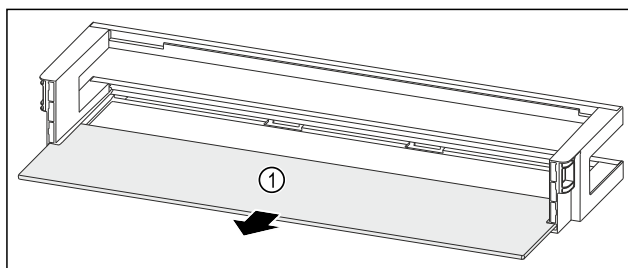

Fig. 48 Deurrek met draagplateau
- Draagplateau Fig. 48 (1) verwijderen.